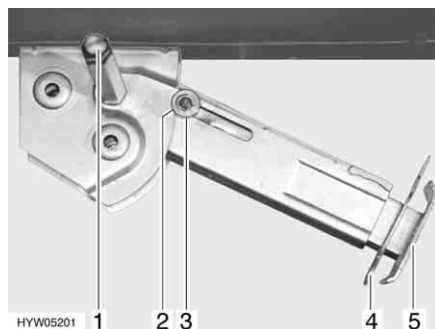

Fig. 44 Piedino di stazionamento
- Inserire la chiave a tubo nell'esagonale (Fig. 44,1) e ruotare fino a quando il piedino di stazionamento non si trova in posizione verticale verso il basso.
- Estrarre la copiglia (Fig. 44,4) dal prolungamento dell'estremità del piedino (Fig. 44,5).
- Inserire la chiave a tubo nell'esagonale (Fig. 44,1) e ruotare fino a quando il piedino di stazionamento non si stacca dal terreno.
- Spingere completamente all'interno il prolungamento dell'estremità del piedino (Fig. 44,5) e inserire la copiglia (Fig. 44,4) nel foro apposito.
- Ruotare la chiave a tubo nell'esagonale (Fig. 44,1), fino a quando il piedino di stazionamento non è sollevato verso l'alto e la guida (Fig. 44,3) è rientrata totalmente nell'intaglio (Fig. 44,2).